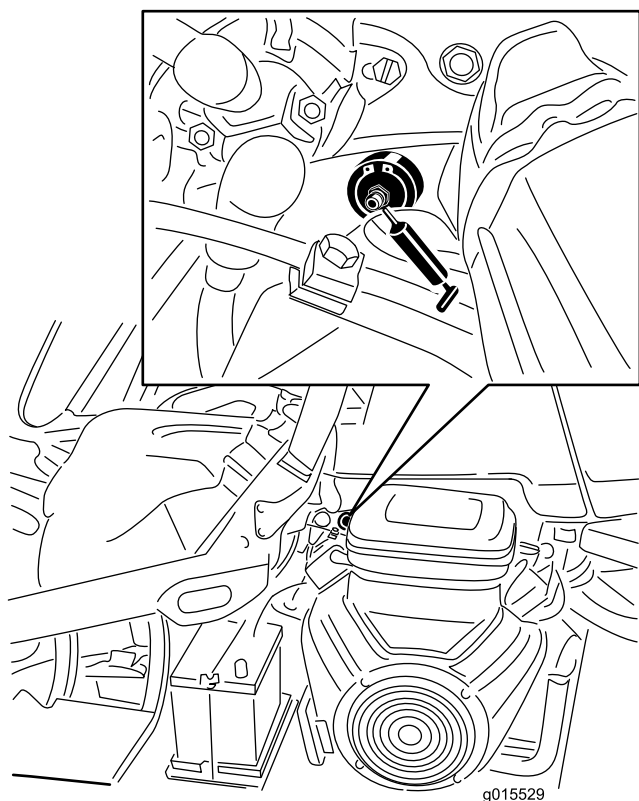

Рисунок 40
1. Во избежание попадания загрязнений в подшипник и втулку дочиста протрите все масленки (Рисунок 40).